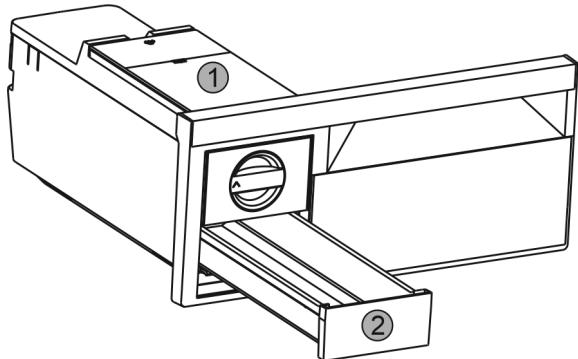

Fig. 72
- Извлечь бак для воды Fig. 72 (1) и выдвижной ящик для производства кубиков льда Fig. 72 (2).